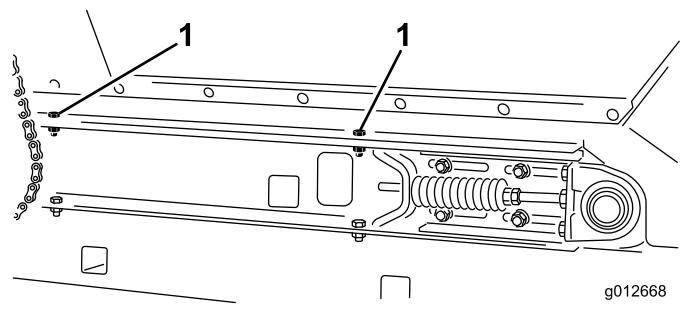

Figura 37
4. Su ciascun lato della macchina, fissate la tramoggia alle guide del telaio scorrevole (Figura 37) con le 2 viti a testa cilindrica, le 2 rondelle e i 2 dadi di bloccaggio che avete rimosso in **Smontaggio del pianale scorrevole** (pagina 23).